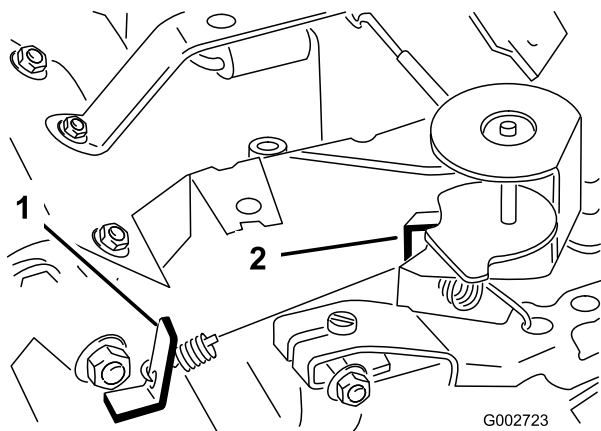

Figura 39
3. Piegate la linguetta di ancoraggio della molla regolata al minimo (Figura 39) per ottenere un minimo di 1725 ± 50 giri/min.
6. Piegate la linguetta di ancoraggio della molla del massimo (Figura 39) per ottenere una velocità massima di 3400 ± 50 giri/min.